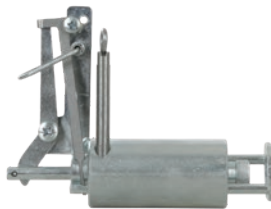

Fig. 10
7. Tire del pasador de seguridad (fig. 3, pos. 7) hacia arriba y gírelo 90 grados, de modo que quede asegurado en el tope superior (véase fig. 10).